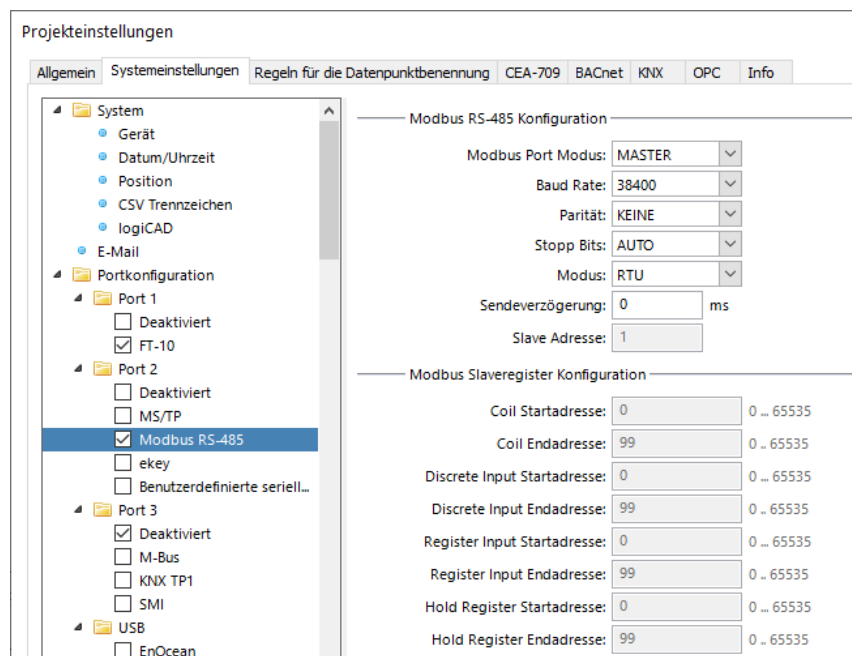

Abbildung 146: Projekteinstellungen für Modbus.
2. Im Karteireiter **Systemeinstellungen** haken Sie das Markierungsfeld **Modbus** auf den gewünschten Ports an. Das Anwählen aktiviert Modbus auf dem Port. Editieren Sie dann die Modbus-Einstellungen im rechten Bereich wie in Abbildung 146 gezeigt.